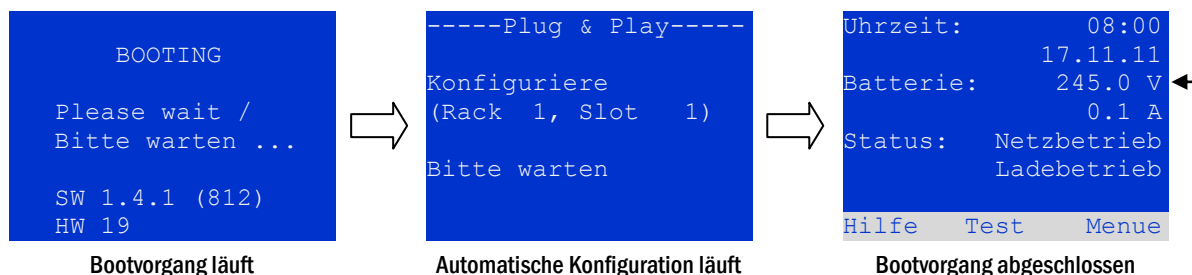

Abbildung 3: Bootvorgang (links, Mitte) und Statusanzeige (rechts).
**10. Batteriespannung überprüfen.** Überprüfen Sie die Batteriespannung anhand der Statusanzeige im LC-Display (15). Sie sollte zwischen 192V und 250V betragen (Abb. 3, rechtes Bild, Pfeil).
**11. Stromkreismodule (DCM) kontrollieren.** Kontrollieren Sie die LEDs der DCM-Module (17) und des LDM-Lademoduls (18). Grünes Dauerleuchten oder Blinken der LEDs zeigt eine ordnungsgemäße Funktion an. Rotes Leuchten/Blinken weist auf Fehler hin (z.B. Isolierungsfehler). Im Fall eines Fehlers ist die Inbetriebnahme abzubrechen. Nähere Informationen hierzu finden Sie im Handbuch.
**12. Betriebsartenwahlschalter auf „Betriebsbereit“.** Schalten Sie den Betriebsartenwahlschalter (16) auf „Betriebsbereit“ (Position „1“). Hierdurch werden die Stromkreise eingeschaltet.
**13. Spannung an Stromkreis-Abgängen prüfen.** Überprüfen Sie die Spannung an allen Stromkreis-Anschlussklemmen (7). Diese sollte bei jedem auf Dauerlichtbetrieb programmierten Stromkreis der Netzspannung entsprechen.
**14. Ruhestromschleife öffnen.** Unterbrechen Sie die Ruhestromschleife (3) (genaue Kontaktbelegung siehe Anschlussplan).
**15. Spannung an Stromkreis-Abgängen erneut prüfen.** Überprüfen Sie erneut die Spannung an allen Stromkreis-Anschlussklemmen (7). Diese sollte bei jedem Stromkreis der Netzspannung entsprechen.
**16. Ruhestromschleife schließen.** Schließen Sie die Ruhestromschleife (3) (Kontaktbelegung siehe Anschlussplan). Die Anlage läuft nun nach und bleibt für ca. 1 Minute im modifizierten Bereitschaftsbetrieb, bevor sie selbsttätig in die eingestellte Betriebsart zurückkehrt. Die Anlage ist nun fertig installiert und betriebsbereit.